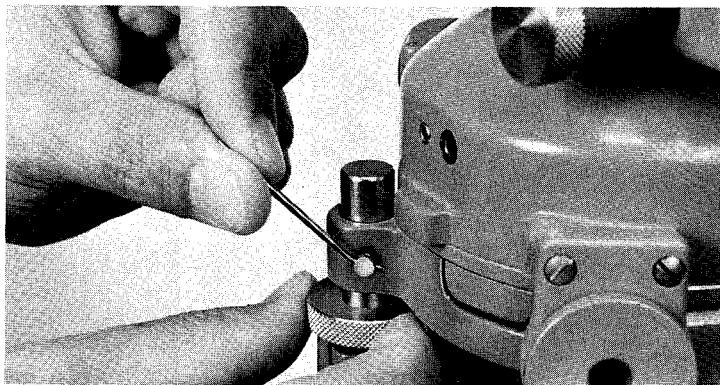

図33：整準ねじの動きを調整しているところ
⑤7 脚のねじ
⑤8 三脚の蝶番のねじ
6.2 整準ねじ (図33)